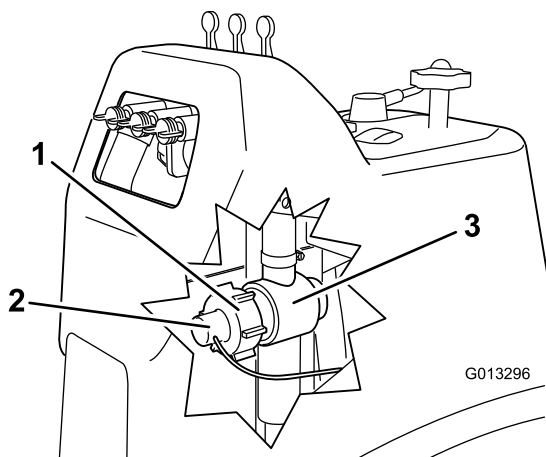

Figure 71
2. Retirez le capuchon de retenue du corps du débitmètre (Figure 71).